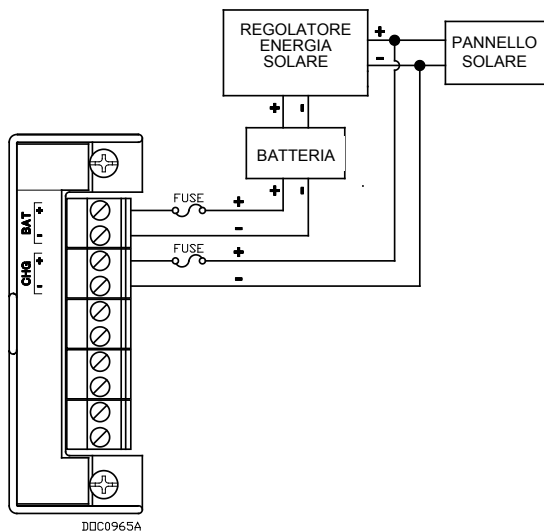

Figura 6. Cablaggio alimentazione a 12 V c.c. e CHG+/CHG-
- Se si monitora una tensione di carica esterna (solo modulo di alimentazione di ingresso a 12 V c.c.), cablare il connettore della morsettieria CHG+ e CHG-. Fare riferimento alla Figura 6.